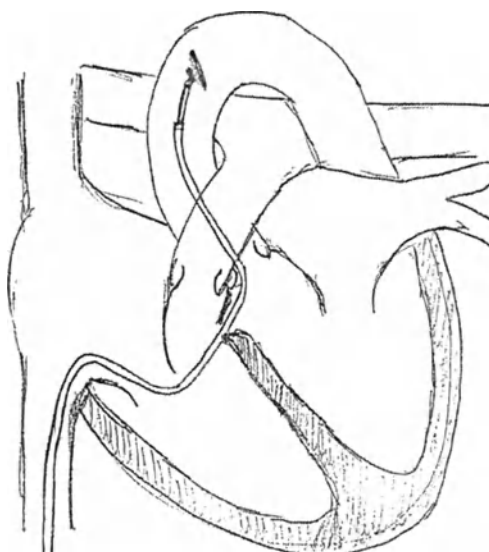
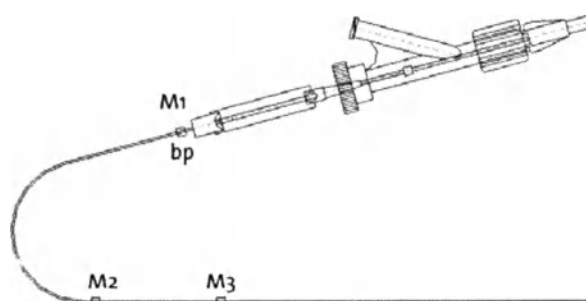

Рис. 5.3.8 – Расположение катушки
Рис. 5.3.9 – Маркеры (M1 – M3) на системе доставки.
- (Рис. 5.3.8) Медленно продвигайте имплантационный катетер и установленную катушку от трансвенозного доступа в проводниковый катетер и восходящую часть аорты под флюороскопическим контролем.
- (Рис. 5.3.8) Под флюороскопическим и эхокардиографическим (ТПЕ или ТТЕ) контролем выталкивайте катушку Nit-Occlud Lê VSD из имплантационного катетера, используя металлическую канюлю и устройства для управления одной рукой, до тех пор, пока четыре витка катушки не окажутся снаружи. Дальнейший контроль количества высвобождаемых витков катушки происходит с помощью маркировки (рис. 5.3.9). Для этой цели осторожно продвигайте устройство для введения одной рукой до тех пор, пока она не покинет клапан Y-образного коннектора. Входная точка продвижения катушки также является начальной точкой (bp) для маркеров (M1 - M3) в системе доставки. Если маркировка M1 в начальной точке (bp), это означает, что были высвобождены 4 витка катушки.
Повторно проверьте положение катушки и размер еще раз. Если свободные витки катушки хорошо встроены в ДМЖП, выдвиньте проксимальные витки из имплантационного катетера таким образом, чтобы они могли разместиться напротив дефекта с правой стороны желудочка. Приемы для высвобождения должны быть выполнены следующим образом: медленно переместить имплантационный катетер из левого желудочка в правый, одновременно высвобождая оставшиеся 1 – 2 витка катушки. Под флюороскопическим контролем и при использовании маркеров (Рис. 5.3.9) будет возможно проверить, были ли высвобождены все витки. Очень важно убедиться в том, что наконечник проводникового катетера остается рядом с правой стороной желудочкового отверстия ДМЖП во время проведения вышеописанного приема, для того чтобы избежать любого вмешательства или запутывания катушки, связанных с трикуспидальным клапаном.